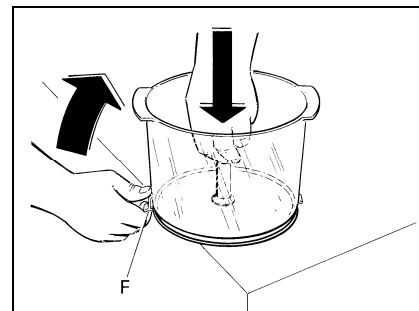

Fig. 11
- Appoggiare il contenitore A su di una superficie piana (fig. 11). Impugnare con una mano l'asta centrale e con l'altra tirare verso l'esterno la leva F (fig 11) in modo da poter scomporre la vasca nel fondo in inox e nel cilindro di plastica trasparente che la compongono.